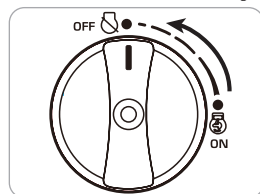

Fig. 7
4. Coloque la palanca en  «OFF» (Fig. 7).
3. Gire el MOTOR a la  posición «OFF» (Fig. 7).